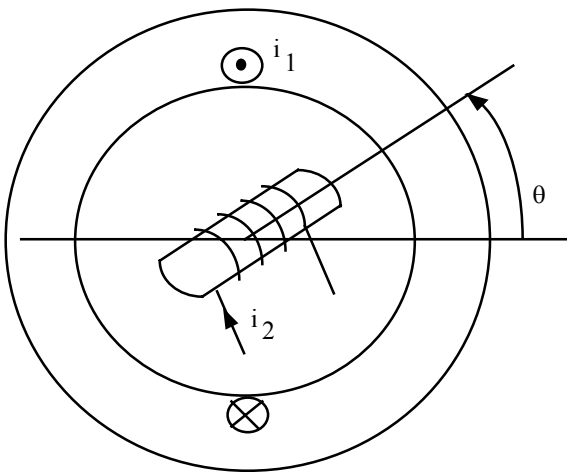

Figura 5.5
5.10.- Para la máquina de la Figura 5.5, determine las inductancias propias y mutuas, como función de la posición del rotor θ . Calcule además, el torque eléctrico que se ejerce sobre el rotor.